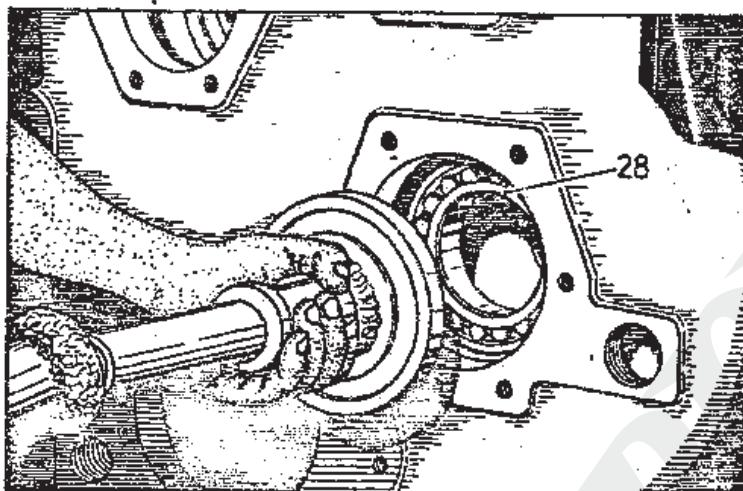

Рис. 2-44. Вдавливание бочкообразного роликоподшипника 22217 в гнездо внутри корпуса коробки скоростей с помощью стержня.
3. Вдавить бочкообразный роликоподшипник 22217 /поз.28/ в гнездо внутри корпуса коробки скоростей с помощью стержня /рис. 2-44/.